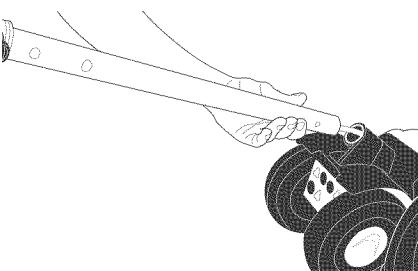

Figura-2
- Conexión de la vara a la bordeadora:** Inserte el extremo de la vara en la cavidad del alojamiento de la vara. Vea la Figura 2. Gire la vara hacia atrás y adelante mientras lo empuja firmemente hasta que quede asentado por completo y el resorte de la vara también quede asentado firmemente en el alojamiento de la vara. No intente insertar la vara en el alojamiento de la vara sin haberlo extendido por completo y fijarlo como se describe en el punto 1.